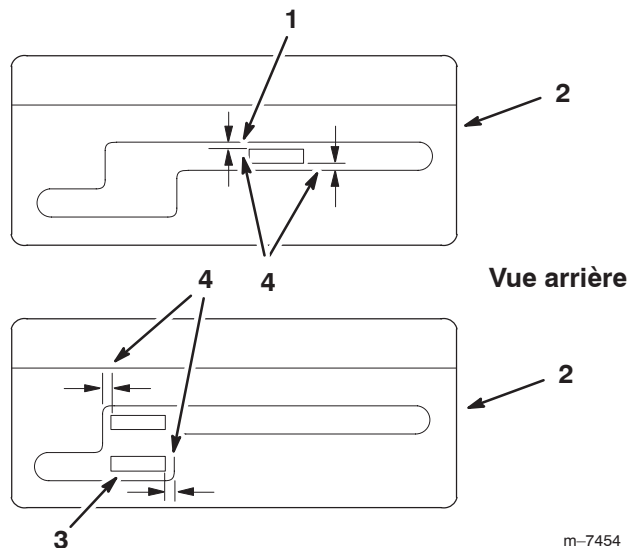

Figure 11
1. Sélectionnez le deuxième rapport et vérifiez l'alignement du levier dans l'encoche de la plaque du levier de vitesses. L'espace entre le haut et le bas du levier doit être égal (Fig. 11).
2. Si ce n'est pas le cas, enlevez le levier et pliez-le légèrement pour le régler (Fig. 11).
3. Sélectionnez le point mort et vérifiez l'alignement du levier dans l'encoche de la plaque du levier de vitesses. L'espace de chaque côté du levier doit être égal (Fig. 11).